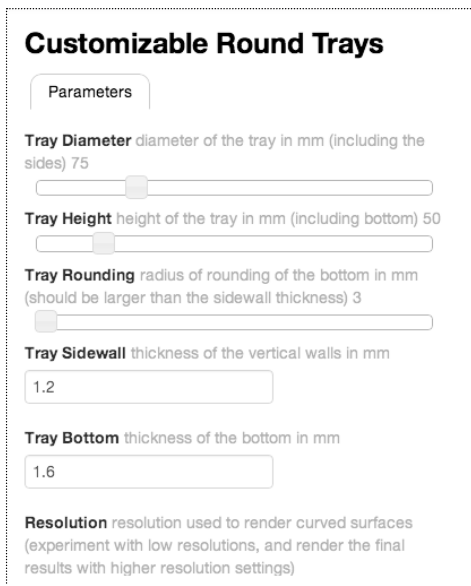

Рис. 13.3
6. На вкладке Parameters (Параметры) можно задать следующие параметры [Рис. 13.3]: